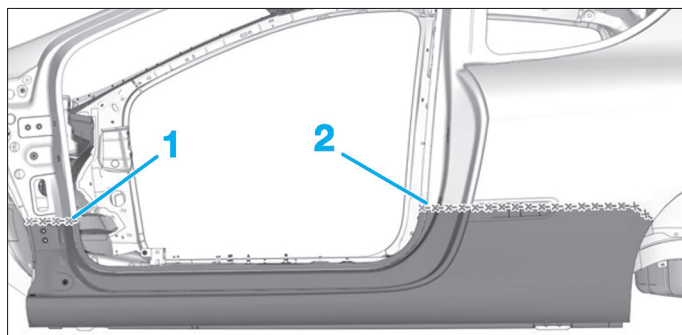

FIG. 91
- Tracer puis découper selon les lignes (1) et (2) (Fig.91).